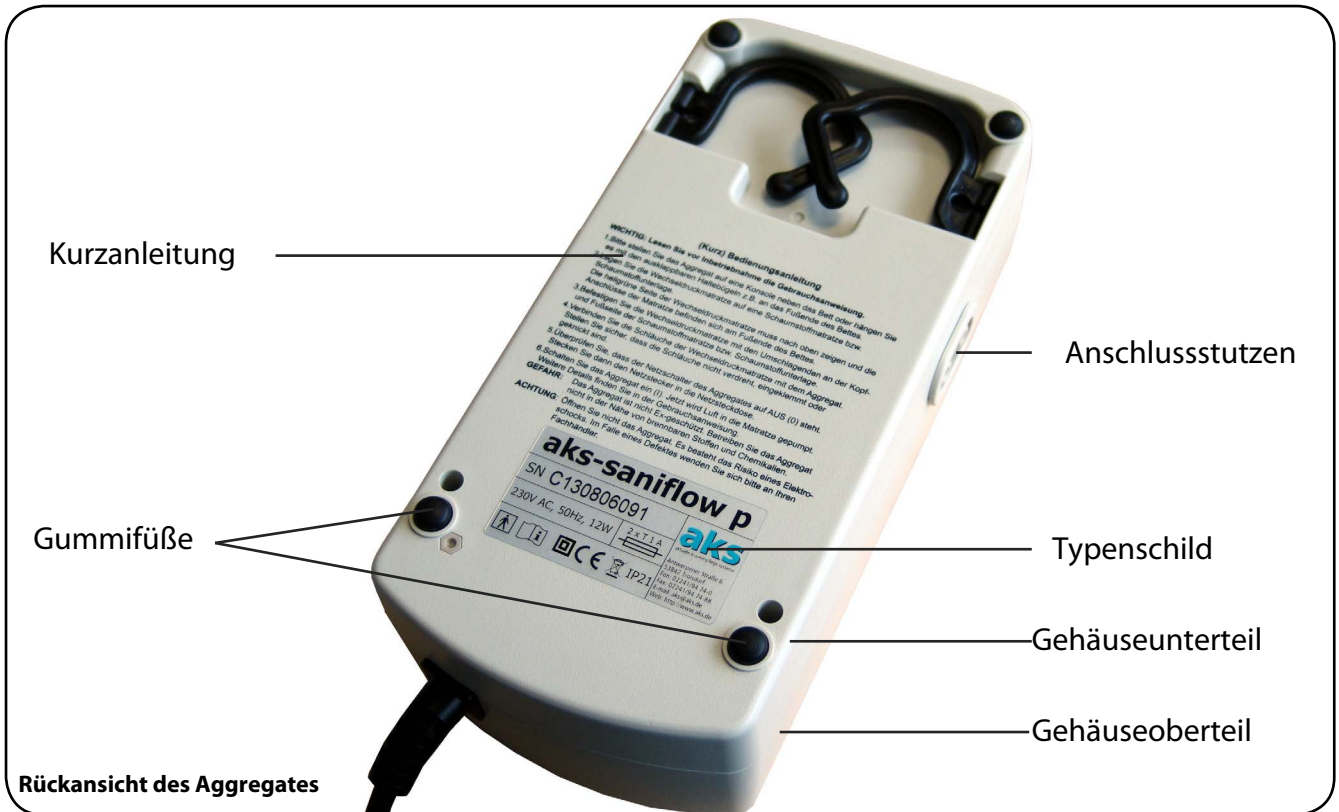

Abbildung 03
Auf der Rückseite des Aggregates (siehe Abbildung 03) befindet sich eine Kurzanleitung, aus der sich die Inbetriebnahme des saniflow® p Antidekubitus-Wechseldrucksystems entnehmen lässt. Diese ersetzt nicht das aufmerksame Studieren der Gebrauchsanweisung.
7. Das Aggregat verfügt über eine Aufhängevorrichtung (2 Haltebügel) und 4 GummifüÙe an der Rückseite (siehe Abbildung 03). Hängen Sie das Aggregat mit den beiden umklappbaren Haltebügeln an das Fußende des Bettes oder stellen Sie es auf eine Konsole neben das Bett.
Versorgungsschläuche von den Anschlussstutzen des Aggregates (siehe Abbildung 03) ab.